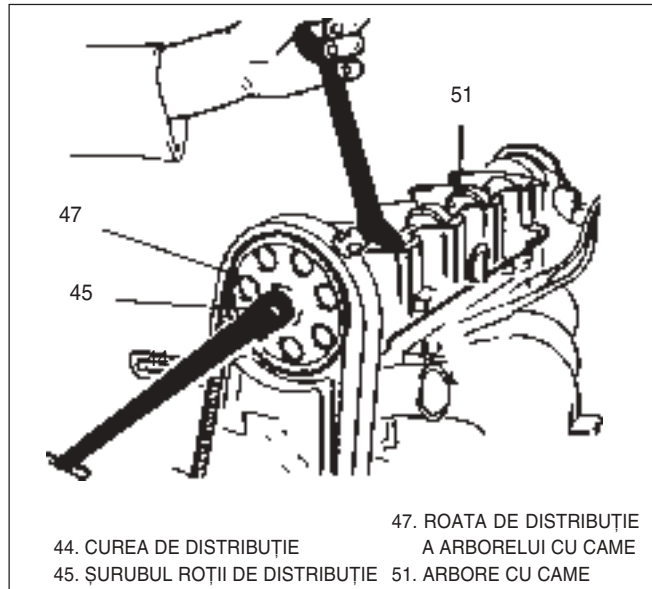

Fig. 11 Roata de distribuție a arborelui cu came
- La demontarea șurubului de fixare a roții, arborele cu came trebuie blocat cu o cheie fixă (Fig.11).